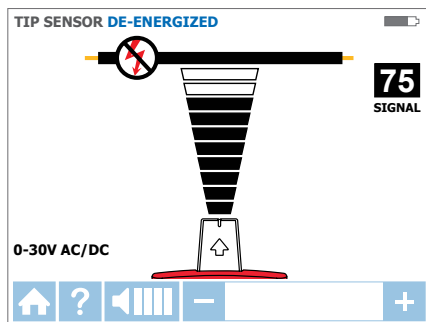

Figure 3.3c
2. Sélectionnez le mode CAPTEUR DE POINTE hors tension à l'aide des flèches directionnelles pour mettre en surbrillance ce mode de fonctionnement et en appuyant sur le bouton jaune « ENTRÉE ». L'écran apparaît comme indiqué en Figure 3.3c